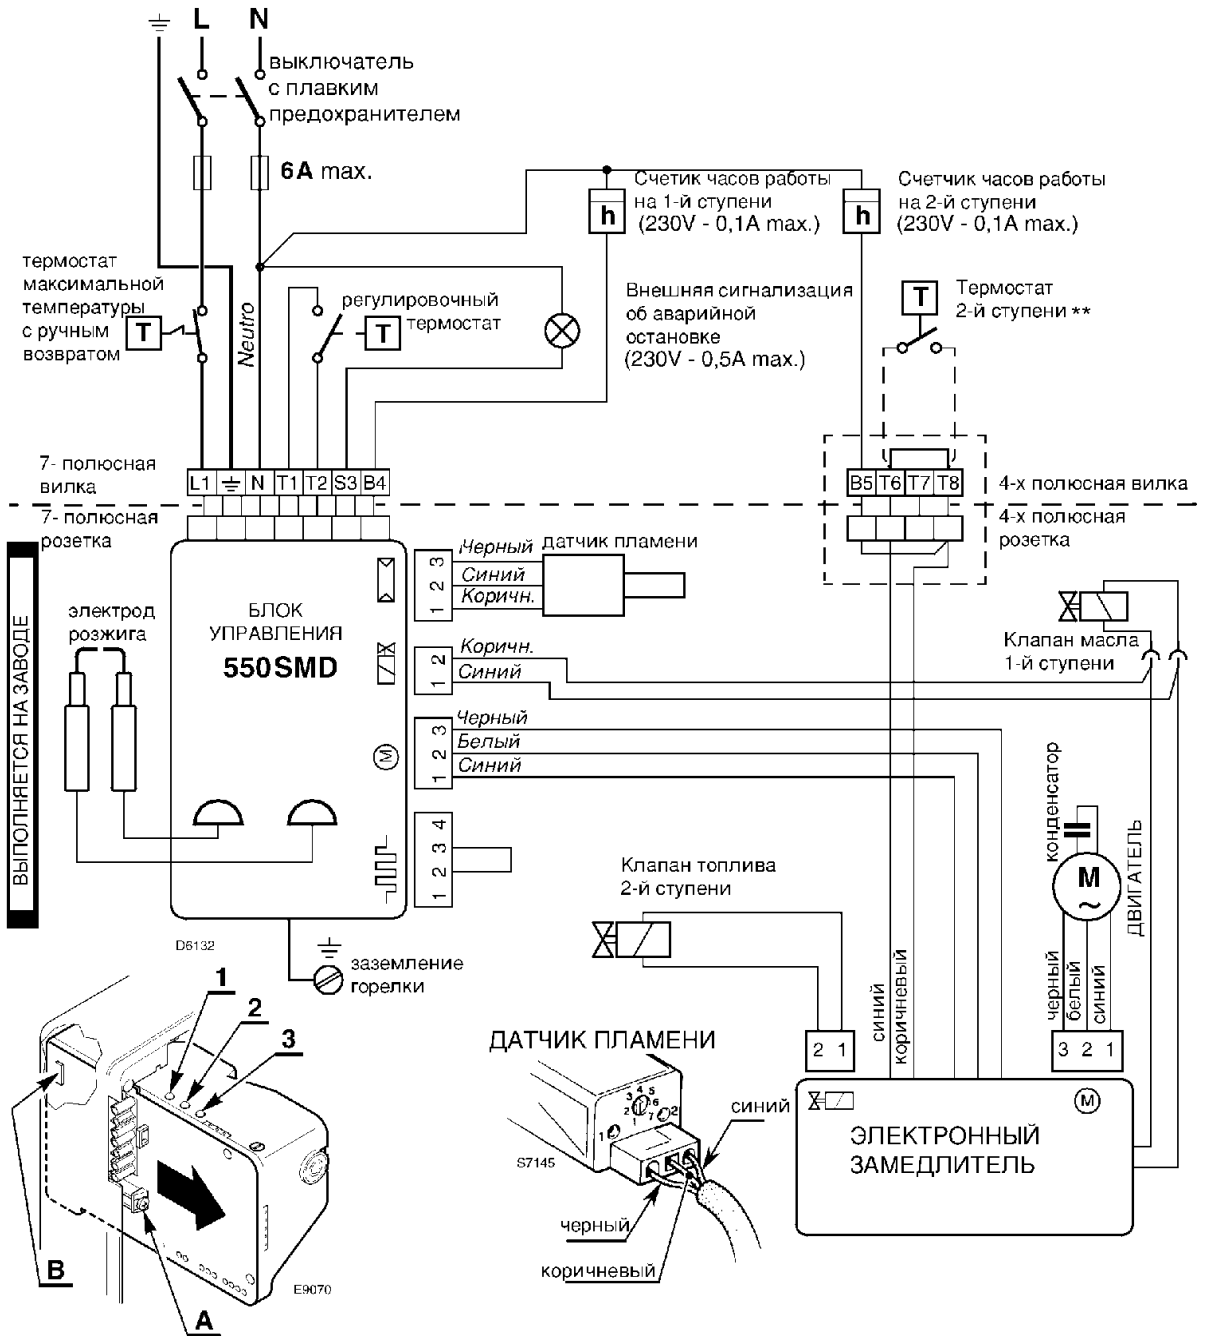

Рис. 11
- Для того, чтобы снять с горелки блок управления, ослабьте винт (А, рис. 11) и, отсоединив все компоненты, потяните в направлении стрелки 7-штырьковую вилку с проводом заземления. При установке на место завинтите винт (А) с моментом силы 1 – 1,2 Н*м.
- Если горелка устанавливается на генератор теплого воздуха, уберите на блоке управления мостик В (рис. 11).